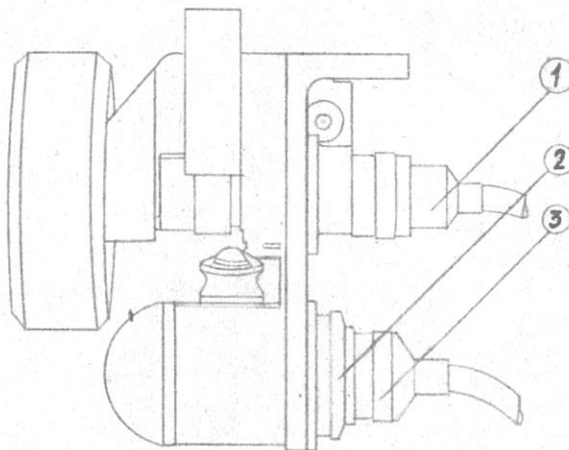

Рис. 4
Чтобы сменить фотоэлемент, отвернуть кабель (1) (рис. 4), вынуть фотоэлемент и поставить новый.